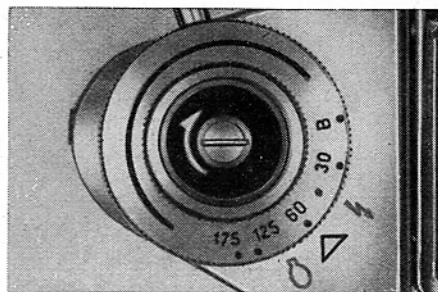

Fig. 32
Pour la synchronisation des éclairs électroniques, tourner le disque de réglage (14) repère rouge en face du symbole (\curvearrowright) (Fig. 32), obturateur réglé sur $1/60$ s. Ceci quand l'appareil est muni d'un objectif normal. En cas d'utilisation d'objectifs de longue